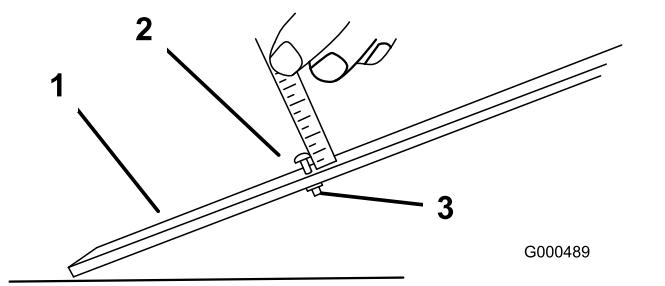

図 18
2. ゲージバーのナットをゆるめ、調整ねじを希望の刈り高に合わせる図 18